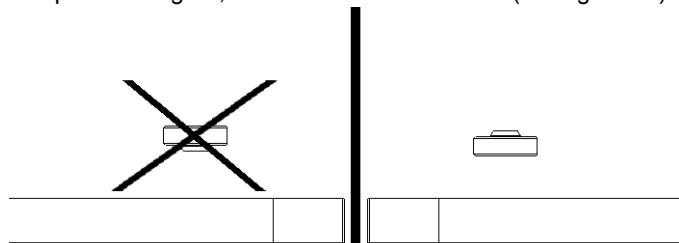

figure 31
**9** Remplacer le flotteur, en prenant soin de respecter le sens indiqué sur la figure, et la fixation de la fourche.(voir figure 31)